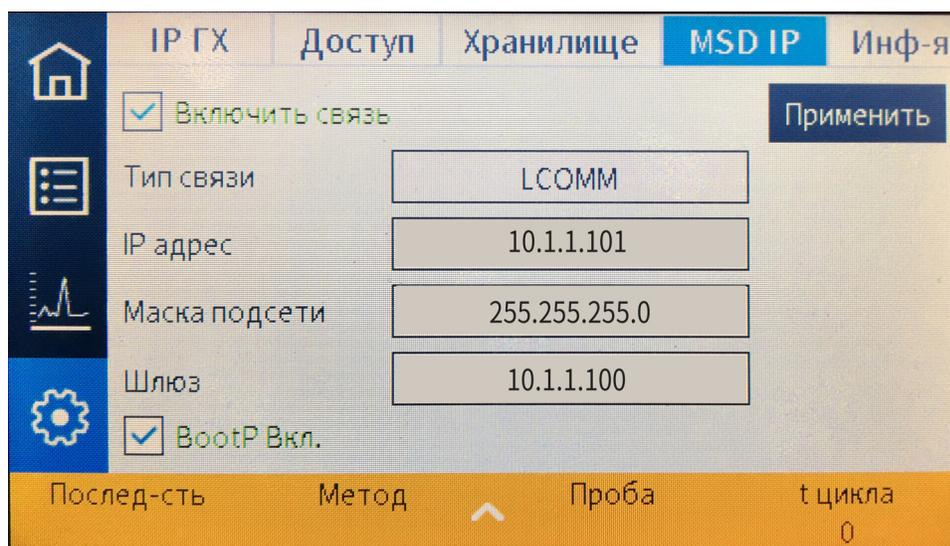

Рис. 14. Страница параметров детектора МСД
- 1 На сенсорном экране выберите страницу параметров, затем вкладку конфигурации МСД. См. **Рис. 14**.